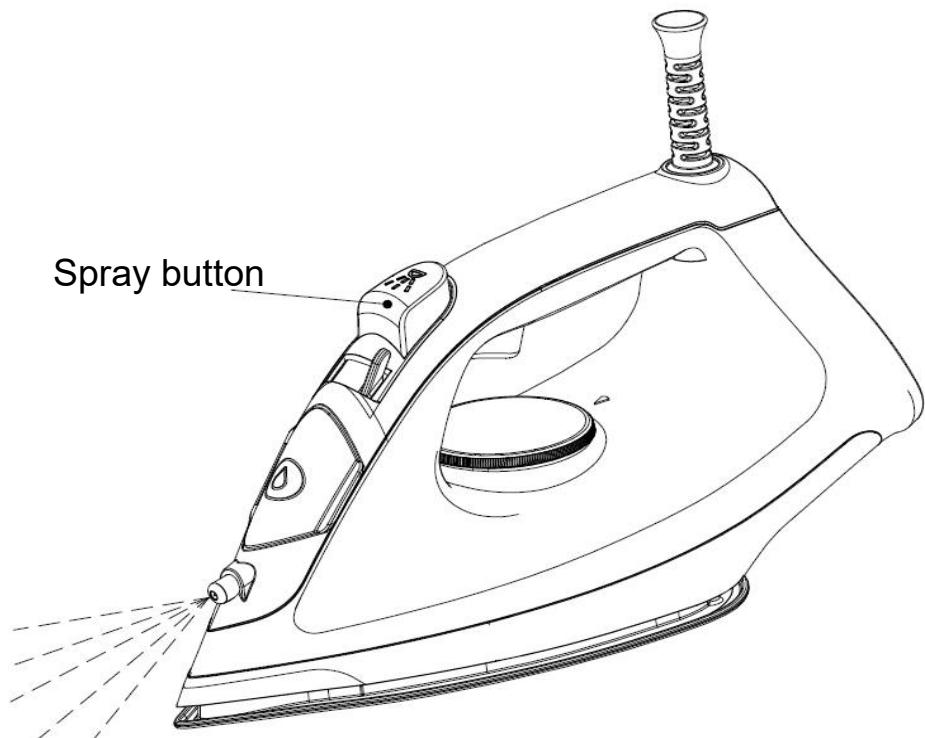

Fig.6
60. Mgietkę można rozpylić naciskając przycisk spryskiwania jeden raz (patrz rys. 6).